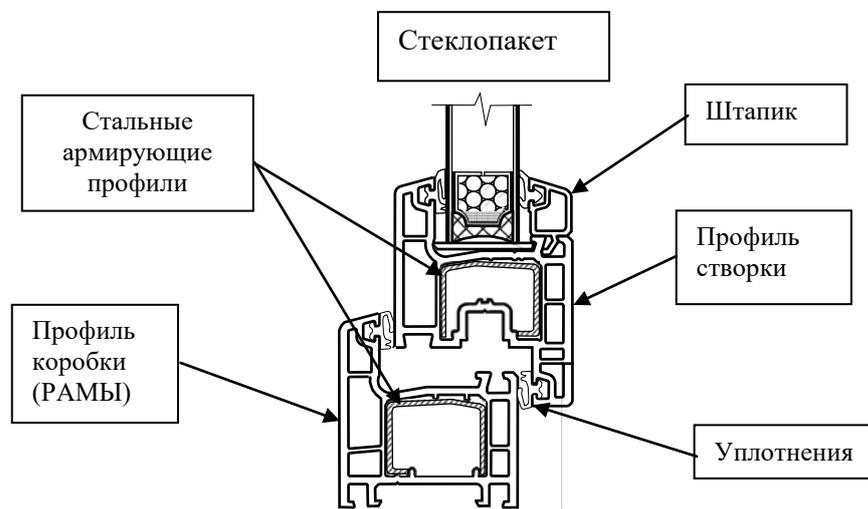

Рис.1. Многокамерные оконные профили из ПВХ.
**ПВХ-профили** непрозрачной части оконного блока являются многокамерными (рис.1). Профили различных типов могут иметь различное количество камер. Многокамерная структура обеспечивает хорошие теплозащитные качества.